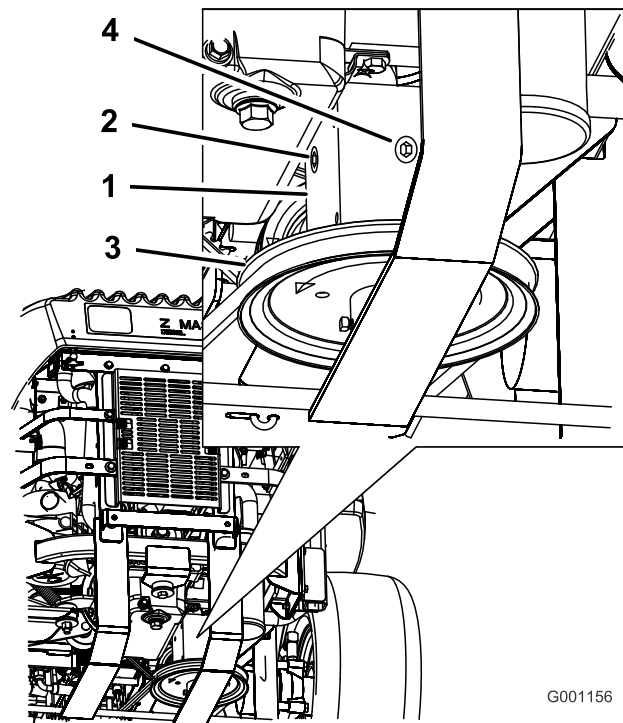

Figura 53
4. Retire el tapón lateral o trasero de la caja de engranajes (Figura 53).